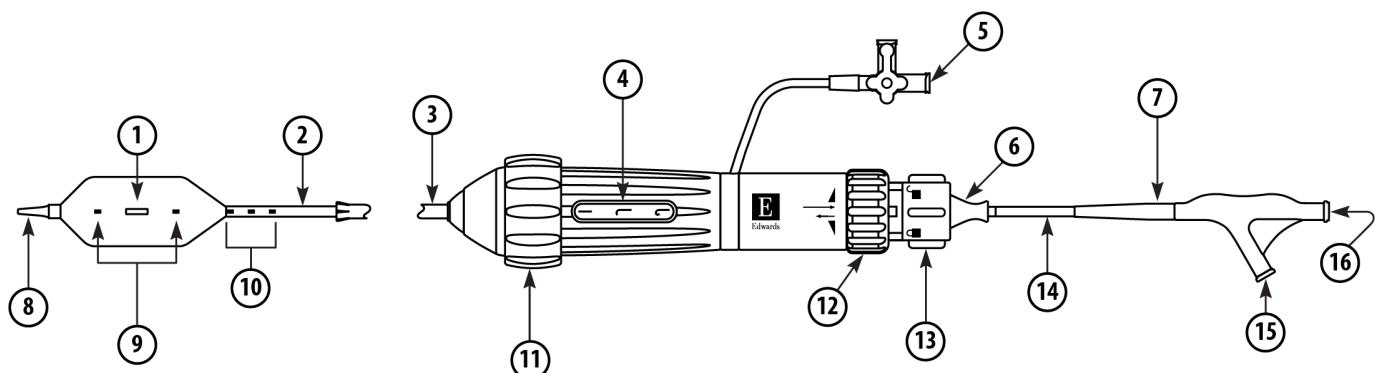

Figure 2 : Système de mise en place Edwards Commander
- **Système de mise en place Edwards Commander (Figures 2, 3, 4)**